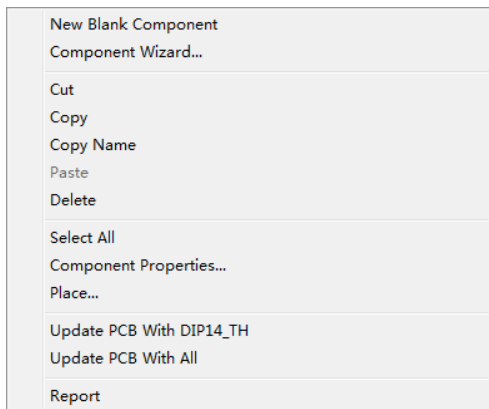

图 18-31 元件列表区域右键菜单
9) Components (元件封装列表): 该区域显示当前库中经过筛选的元件封装, 包括封装名称、包含的焊盘数量和图元数量。单击表的各列标题, 可以按照该内容对元件封装进行升序或者降序排列。在该区域单击鼠标右键, 弹出的菜单包含下面一些命令 (见图 18-31)。
① New Blank Component: 创建新的空白元件封装, 此时元件封装列表区域会添加一个名为 PCBCOMPONENT_1 的封装, 并且开启空白的封装编辑区。
② Component Wizard: 开启元件封装向导, 详见 18.4.3 小节。
③ Cut: 剪切选中的一个或多个封装。
④ Copy: 复制当前选中的一个或多个封装。
⑤ Copy Name: 复制当前选中的一个或多个封装的名称。
⑥ Paste: 粘贴封装到当前库中, 如果当前库中已有同名封装, 则粘贴过来的封装名称后面会加上 Duplicate 字样。
⑦ Delete: 删除当前选中的一个或多个封装。
⑧ Select All: 选中当前库中的所有封装。